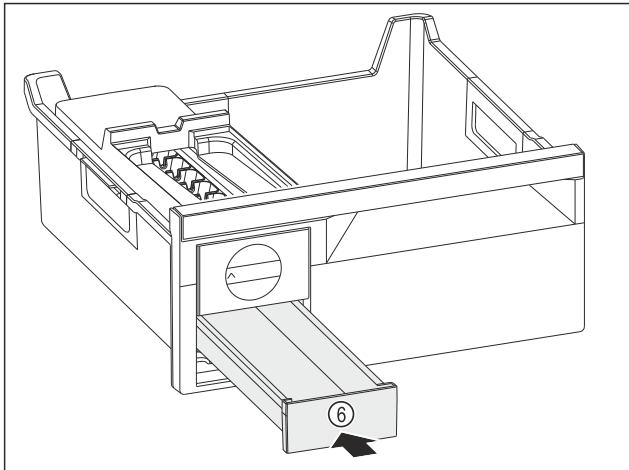

Fig. 83
► Eiswürfelschubfach Fig. 83 (6) einschieben.